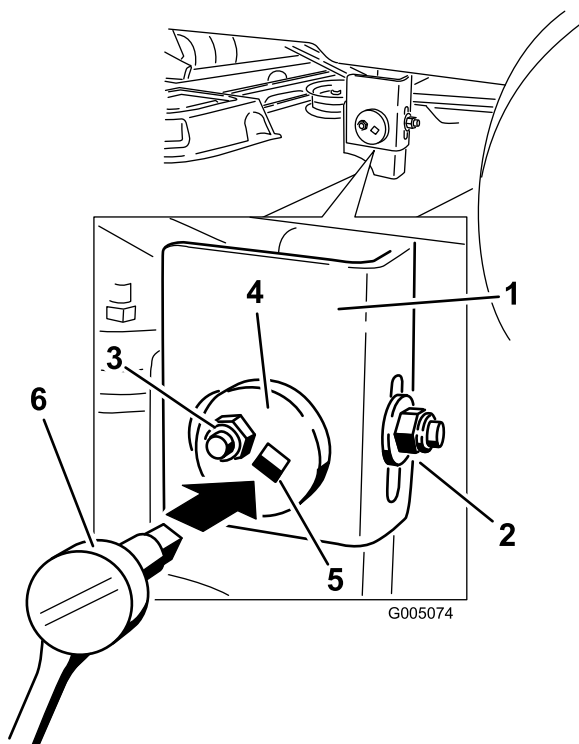

Figure 37
- Passez au côté gauche de la machine. Desserrez sans le retirer, l'écrou de blocage arrière sur le support (Figure 37).
8. Desserrez l'écrou de blocage latéral sur le support jusqu'à ce qu'il soit possible d'ajuster la plaque excentrique (Figure 37).
9. Arrêtez le plateau de coupe et vérifiez sa hauteur, puis serrez l'écrou de blocage latéral sur le support pour fixer cette nouvelle position (Figure 37).